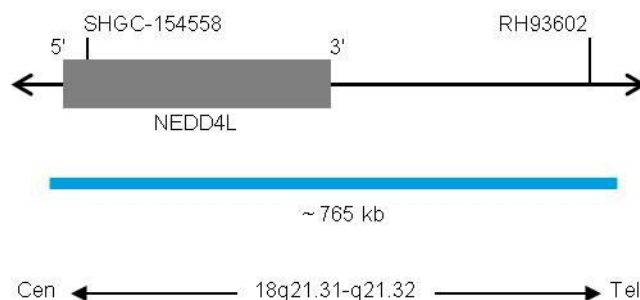

Fig. 1: SPEC 18 Mapa de la sonda (no está a escala)
- Polinucleótidos marcados en azul (excitación a 418 nm y emisión a 467 nm) ZyBlue (~37,0 ng/μl), dirigidos a secuencias localizadas en 18q21.31-q21.32\* (chr18:55,690,725-56,455,119) (ver Fig. 1).